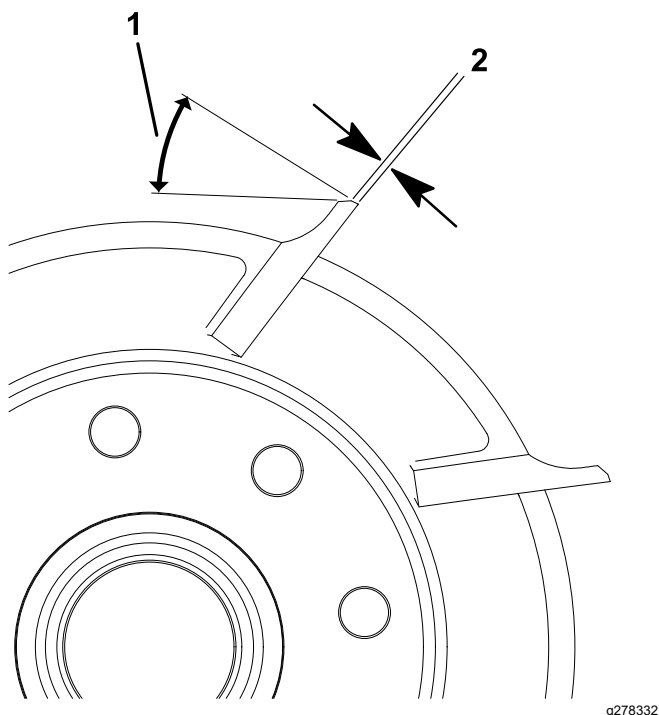

图 27
1. 对所有滚刀棱面进行  $30^{\circ}$  铲磨直至棱面宽度达到 0.8 mm 图 27。